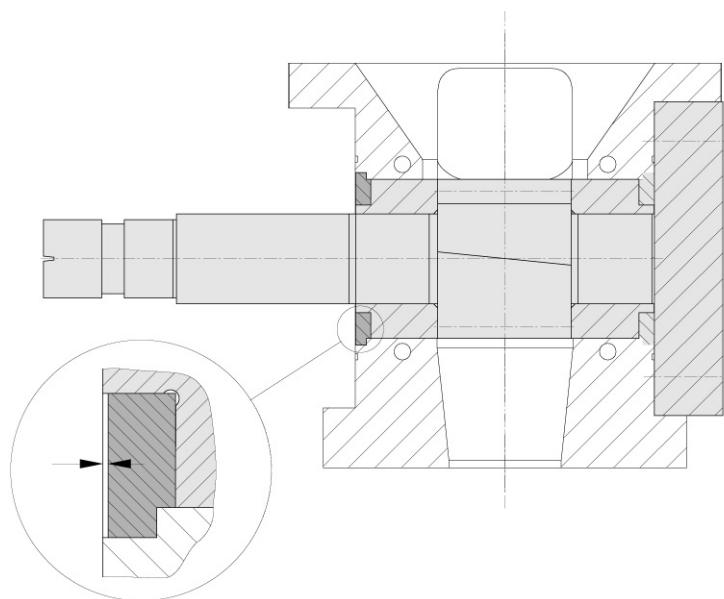

Рис. 8.23: Заплечики подшипников/кольца с буртиками должны быть немного задвинуты назад по отношению к опорной поверхности крышки
- а) Заплечики подшипников/кольца с буртиками должны быть немного задвинуты назад по отношению к опорной поверхности крышки (смотри рис. 8.23). Для проверки этого используйте лекальную линейку и источник света (карманный фонарик).